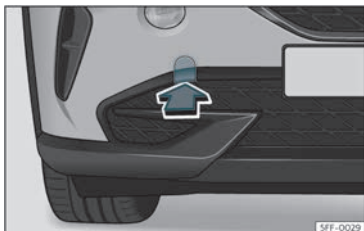

Fig. 43 Sul lato destro del paraurti anteriore: estrarre il coperchio.
L'alloggiamento dell'occhiello di traino avvitabile si trova sul lato destro del paraurti anteriore, dietro a uno sportellino»» fig. 43.
- Togliere il coperchietto premendolo in basso e lasciarlo agganciato al veicolo »» fig. 43.